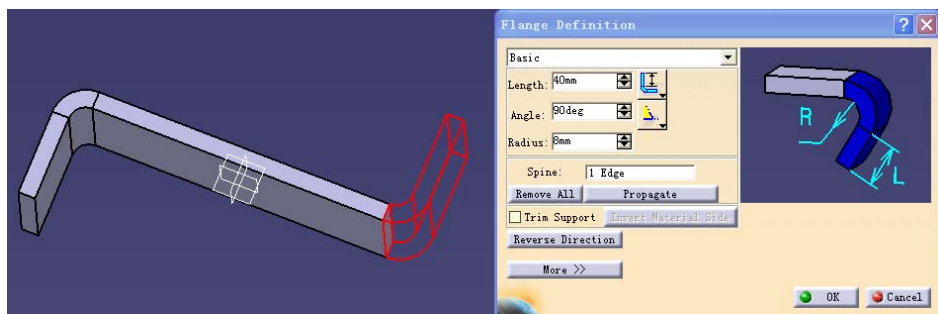

图 8-10
□ 设定角度后折边的命令, 。Spline 栏中选择一个边, 设定长度后点击 OK 键 (见图 8-10)。